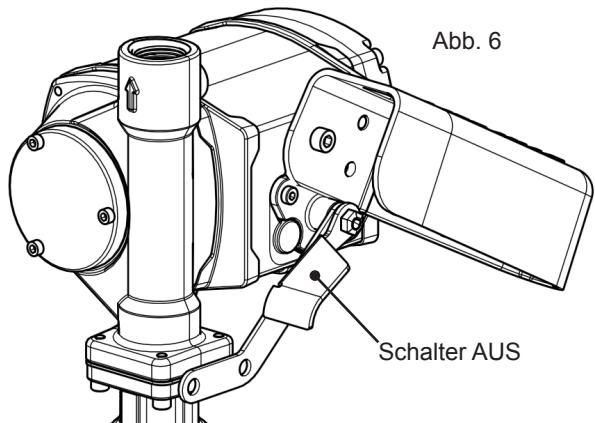

Abb. 6
6. Den Schalthebel hinunter auf AUS (abgesenkt) stellen (Abb. 6), um den Motor abzustellen.